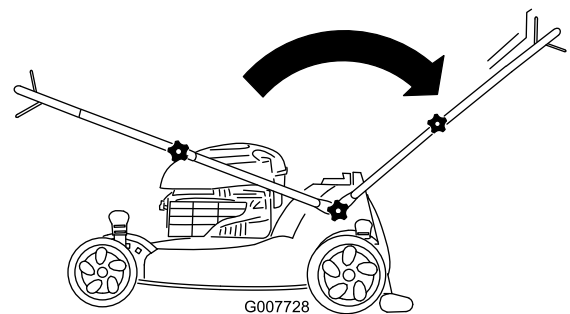

Figura 4
1. Despliegue el manillar (ver Figura 3 y Figura 4).